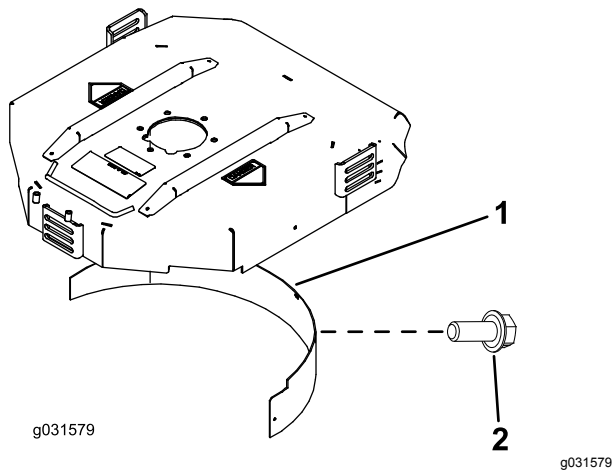

Figure 22
- Montez le déflecteur de mulching dans l'ouverture arrière et fixez-le avec 5 boulons à embase (Figure 22).